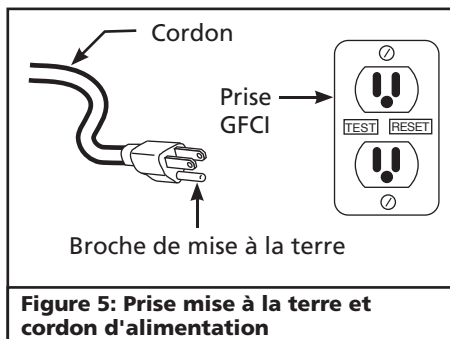

Figure 5: Prise mise à la terre et cordon d'alimentation
1. Il faut brancher cet appareil dans un interrupteur à disjoncteur de fuite à la terre comme indiqué dans la Figure 5. Consulter un électricien local pour l'installation et la disponibilité.